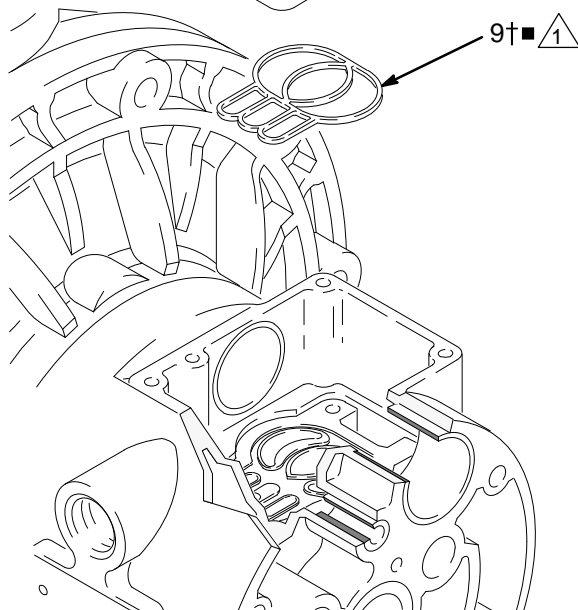

FIG. 9
5. Inspektera ventilplattan (8■) där den sitter. Skruva bort de tre skruvarna (3) med en torx T20-skruvmejsel eller en 7 mm hylsnyckel, om ventilplattan är skadad. Ta bort ventilplattan (8■) och, gäller endast aluminiummodeller, ta bort tätningen (9). Se FIG. 9.
2. På modeller med mittsektion av aluminium monteras ventilplattans tätning (9) i spåret längst ner i ventiltaget. Den rundade sidan på tätningen **måste vända ner** i spåret. Se FIG. 9.
3. Montera ventilplattan (8) i urtaget. Plattan är vändbar på modeller med mittsektion av aluminium och båda sidor kan vändas uppåt. Skruva in de tre skruvarna med en torx-mejsel (T20) eller 7 mm hylsnyckel. Dra åt skruvarna tills de bottnar mot huset. Se FIG. 9.